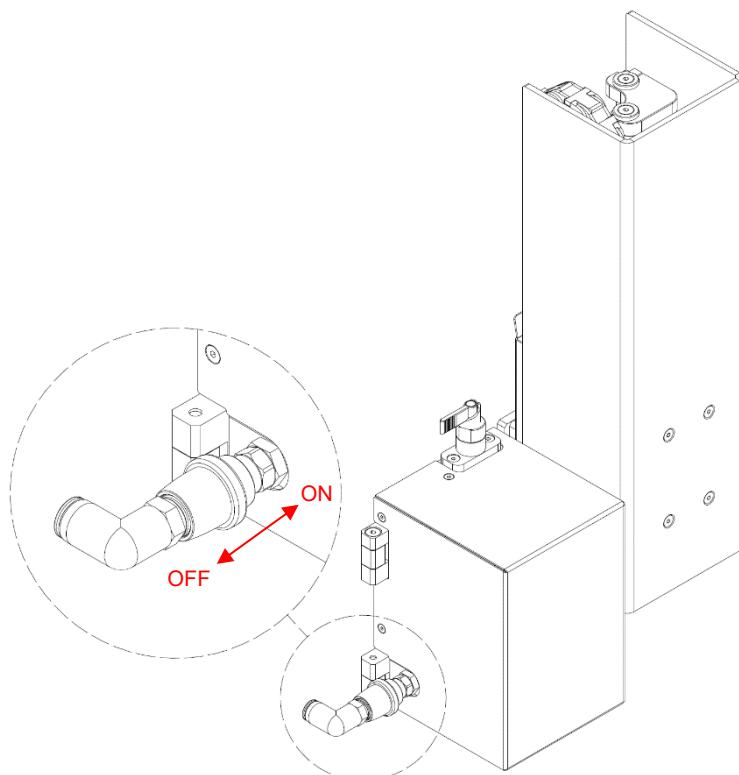

Figure 5
Des références sur certaines positions dans une figure sont marquées avec des lettres. Elles sont marquées dans le texte avec des parenthèses, p. ex. (A). Si aucun numéro de figure n'est indiqué, des lettres dans le texte se réfèrent toujours à la figure la plus proche au-dessus du texte. Si on se réfère à une autre figure, le numéro de figure est indiqué, par. ex. (A, dans la figure 5).
interrompant l'alimentation en air comprimé. A cet effet, une vanne à réglage manuel est fixée directement sur l'applicateur (voir Figure 5). Lorsque la vanne à réglage manuel est en mode Off, l'alimentation en air comprimé est interrompue, provoquant l'arrêt immédiat de l'applicateur et la libération automatique de l'air comprimé. Ceci s'applique également à l'état hors tension: dès que l'alimentation électrique est interrompue, l'air comprimé du système est automatiquement libéré et l'applicateur s'arrête immédiatement.